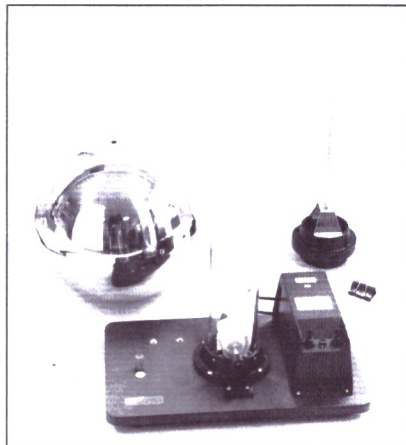

Abb. 5
4. Das defekte Band wird in das Glasrohr hineingeschoben (bei gerissenem Band entfällt dieser Schritt – Abb. 5).